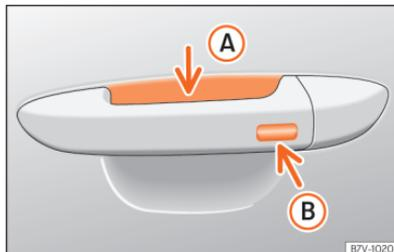

Fig. 52 Manípulo da porta: superfícies sensoras.
»» **Fig. 52**
- Toque na superfície sensora »» **Fig. 52 B** situada no lado exterior do manípulo da porta. Todos os indicadores de direção piscam uma vez.
- Antes de passarem 5 segundos, toque uma vez no sensor do lado exterior do manípulo da porta »» Fig. 52 (B). Ao fazê-lo, não agarre o manípulo. O sistema Keyless Access fica desativado temporariamente.
Para **fechar com a função de conforto** todas as janelas elétricas e o teto de vidro, mantenha um dedo durante uns segundos sobre a superfície sensora de bloqueio »» Fig. 52 (B) do manípulo da porta até que as janelas e o teto se tenham fechado.